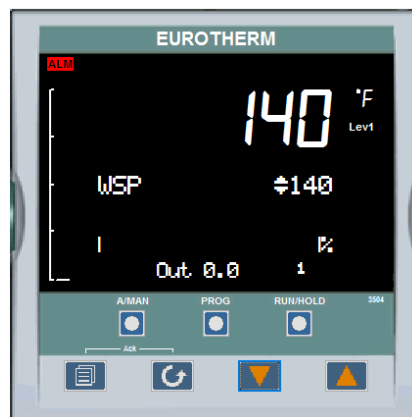

Figure 4-6 : Régulateur de température
6. Appuyez sur **AUTO/MAN** sur le panneau avant du régulateur de température (Figure 4-6) et basculez l'affichage en mode MAN (manuel). Le voyant MAN s'allumera lorsqu'il sera sélectionné.